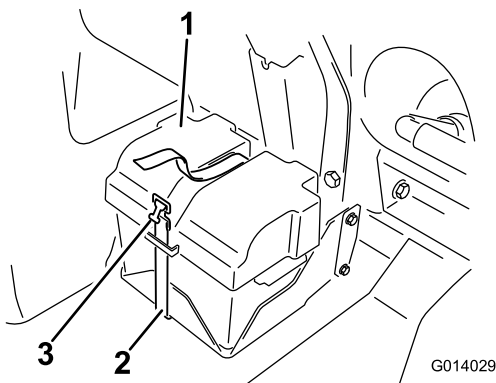
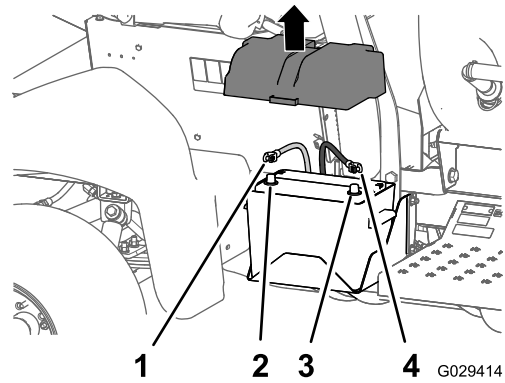

Figure 1
Figure 2
1. Déposez le couvercle de la batterie et débranchez le câble négatif (noir – masse) de la borne de batterie (Figure 1 et Figure 2).
2. Débranchez le câble positif (rouge) de la borne de la batterie (Figure 2).